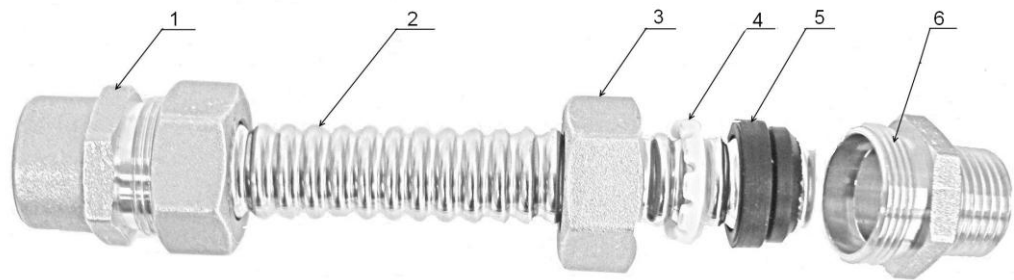

Рис.5. Монтаж топливопровода из гофрированной нержавеющей трубы.
- если суммарная длина подающей топливной линии (топливный насос, фильтр тонкой очистки, горелка) от 3 до 30 м топливopоводы монтируются из гофрированной нержавеющей или медной трубы диаметром 15 мм. Топливный насос, топливный фильтр и топливный ввод горелки заканчиваются резьбой 1/2" на рис.5 показан монтаж топливopовода;